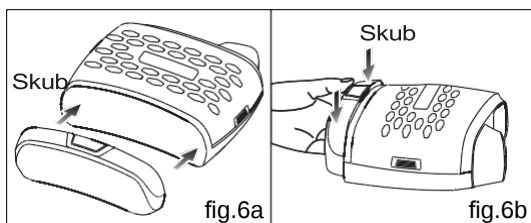

fig.7a
- Undersøg altid PAPR-enhedens ende af åndedrætsslangen for at kontrollere, at gummi-O-ringen er på plads, se fig. 7a. Udskift den, hvis den mangler eller er beskadiget.
Isæt de to stifter på åndedrætsslangen i blæserenheden og holderen på hovedbeklædningen (se fig. 6), drej 1/4 omgang modsat åbningsretningen for at låse slangen på plads (se fig. 7a).